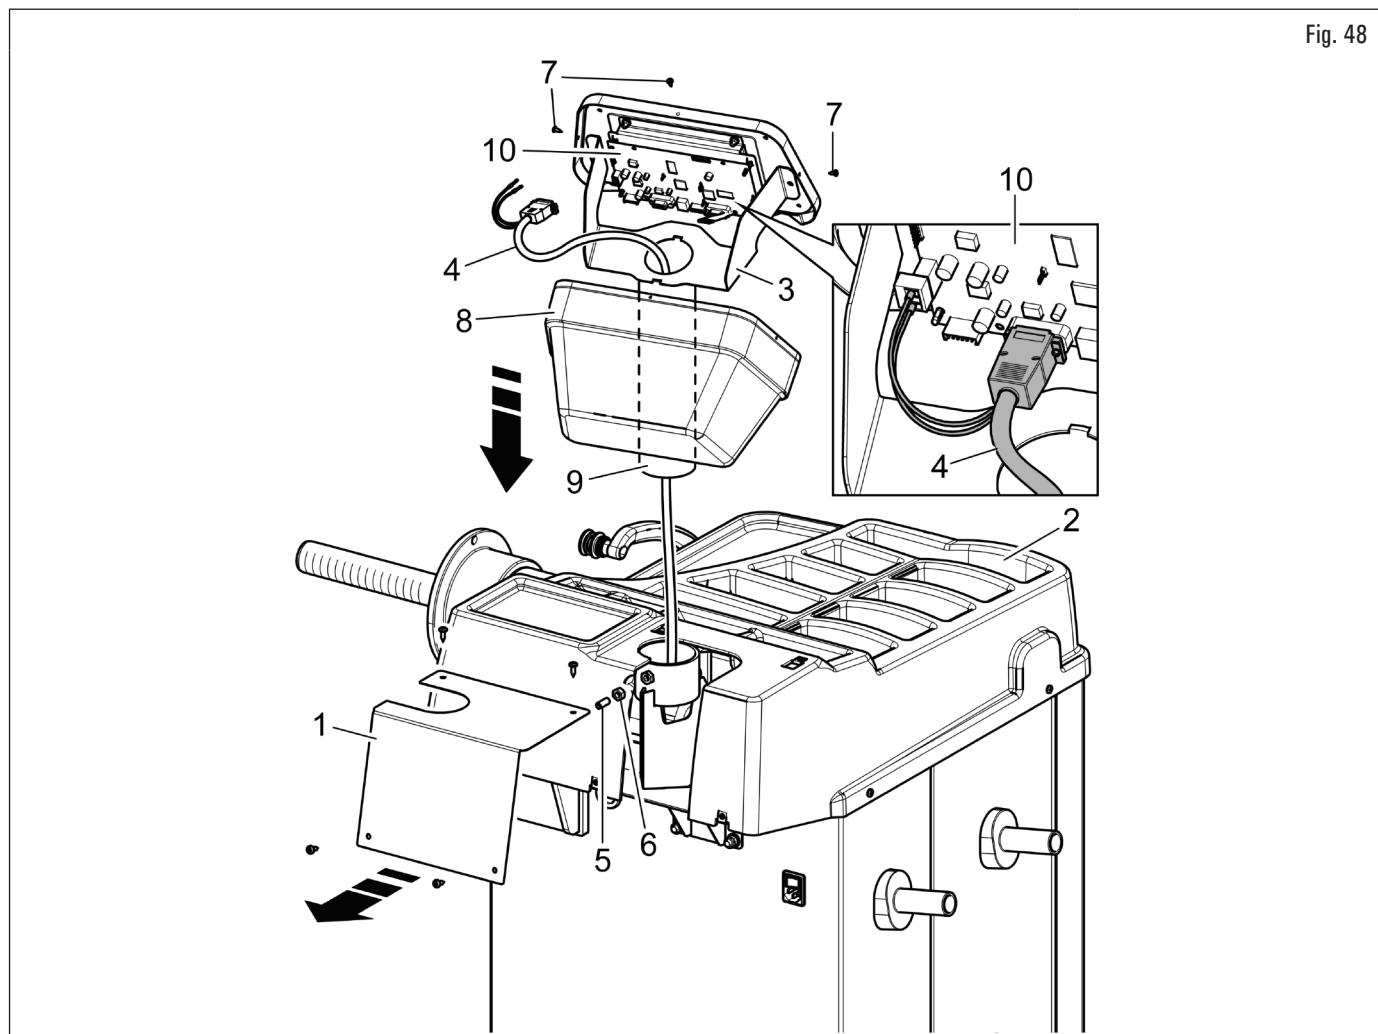

Fig. 48
1. Svitare la lamiera (Fig. 48 rif. 1) dalla plancia (Fig. 48 rif. 2). Posizionare il monitor con relativo supporto nelle immediate vicinanze alla posizione di montaggio. Svitare le viti (Fig. 48 rif. 7) dal monitor per liberare la copertura posteriore (Fig. 48 rif. 8). Mantenendo la copertura posteriore come rappresentato in figura, infilare il cavo (Fig. 48 rif. 4) attraverso il tubo di supporto (Fig. 48 rif. 9). Collegare il cavo (Fig. 48 rif. 4) alla scheda (Fig. 48 rif. 10) come rappresentato in figura. Riposizionare la copertura posteriore (Fig. 48 rif. 8) sul carter superiore e fissarla con le viti (Fig. 48 rif. 7) svitate in precedenza;
2. montare il supporto completo il monitor (Fig. 48 rif. 3) nella sede predisposta. Bloccare il supporto completo il monitor (Fig. 48 rif. 3) con il grano (Fig. 48 rif. 5) ed il dado (Fig. 48 rif. 6), forniti in dotazione;
Durante questa operazione prestare particolare attenzione al cavo di alimentazione, al cavo HDMI e al cavo del cablaggio tastiera (Fig. 48 rif. 4) in modo da non danneggiarli. assicurarsi che siano inseriti all'interno del tubo di supporto, come rappresentato in Fig. 48.